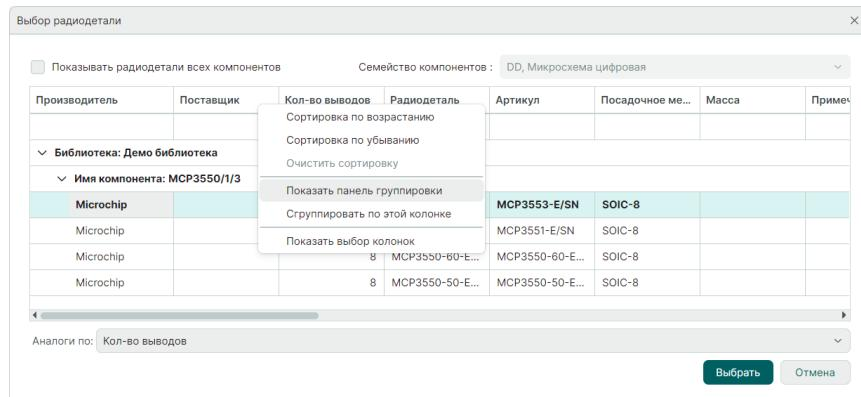

Рис. 95 Группировка радиодеталей по умолчанию
3. По умолчанию данные сгруппированы по столбцам «Библиотека» и «Имя компонента». Для отображения панели группировки используйте команду контекстного меню «Показать панель группировки» для любого заголовка столбца, см. Рис. 95.